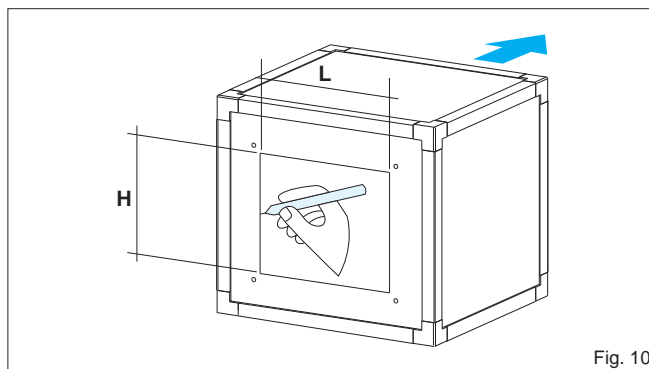

Fig. 10
1) Riportare il perimetro interno del giunto anti-vibrante (fig. 10) in posizione centrale con le dimensioni di tab. 5. Per segnare i fori corrispondenti alle viti di fissaggio, potete aiutarvi appoggiando il giunto anti-vibrante al pannello.